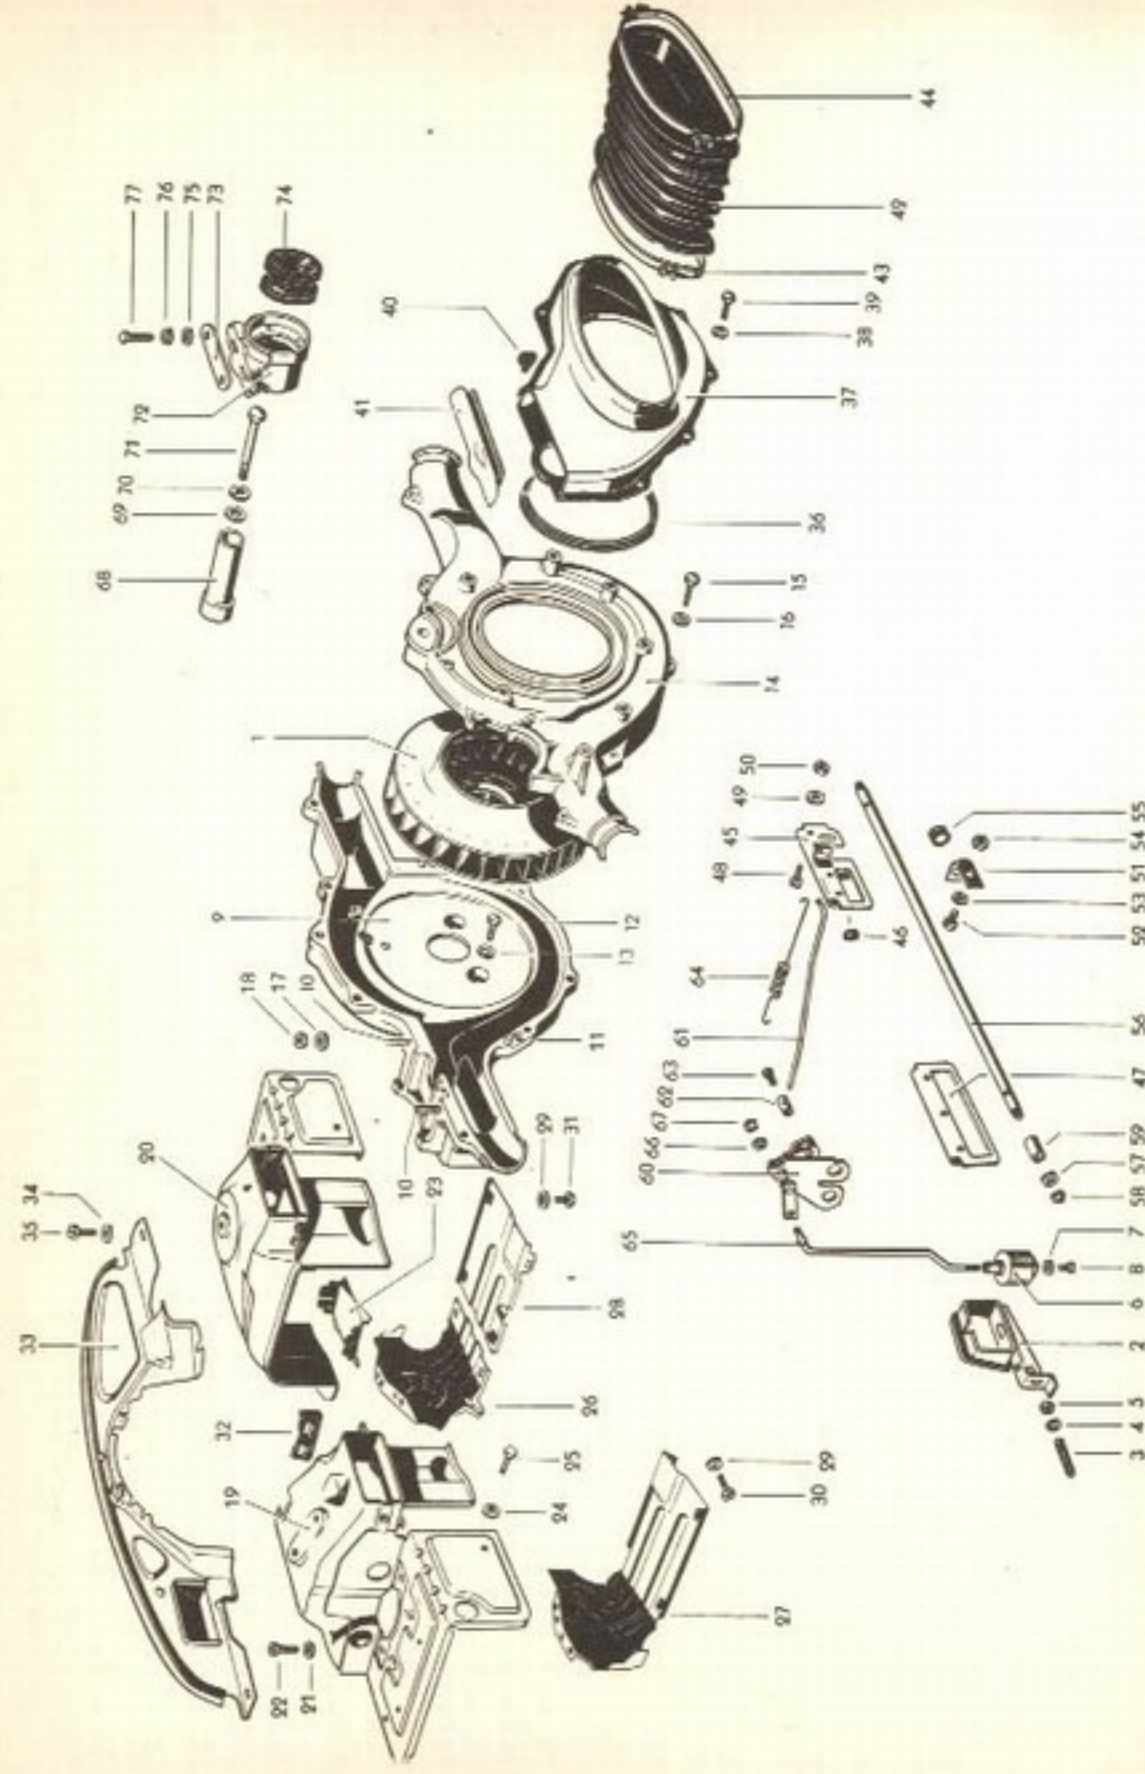

Fig. 5-V — Sistema de arrefecimento do motor plano "I 600".
1) — Retira-se a tampa da carcaça do ventilador e o bujão de inspeção do ponto (41 e 40, Fig. 5-V), e a tampa do distribuidor.